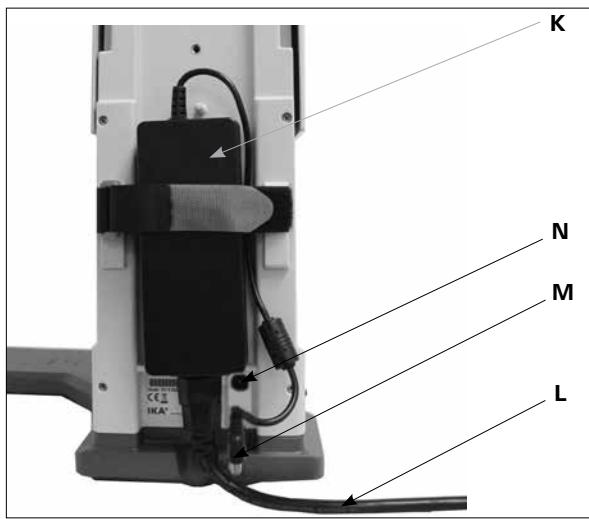

Fig. 9
### 3.) Fixer l'alimentation à découpage. (Fig. 9)
- Branchez le connecteur basse tension (**M**) à la prise de raccordement (**N**). (Fig. 9)